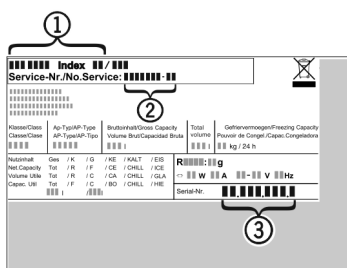

Fig. 15
- Lugege tüübisildilt maha seadme nimetus Fig. 15 (1), teenindusnr Fig. 15 (2) ja seerianr Fig. 15 (3). Tüübisildil asub seadme vasakul siseseinal.
- Teavitage klienditeenindust ja edastage viga, seadme nimetus Fig. 15 (1), teenindusnr Fig. 15 (2) ja seerianr Fig. 15 (3).